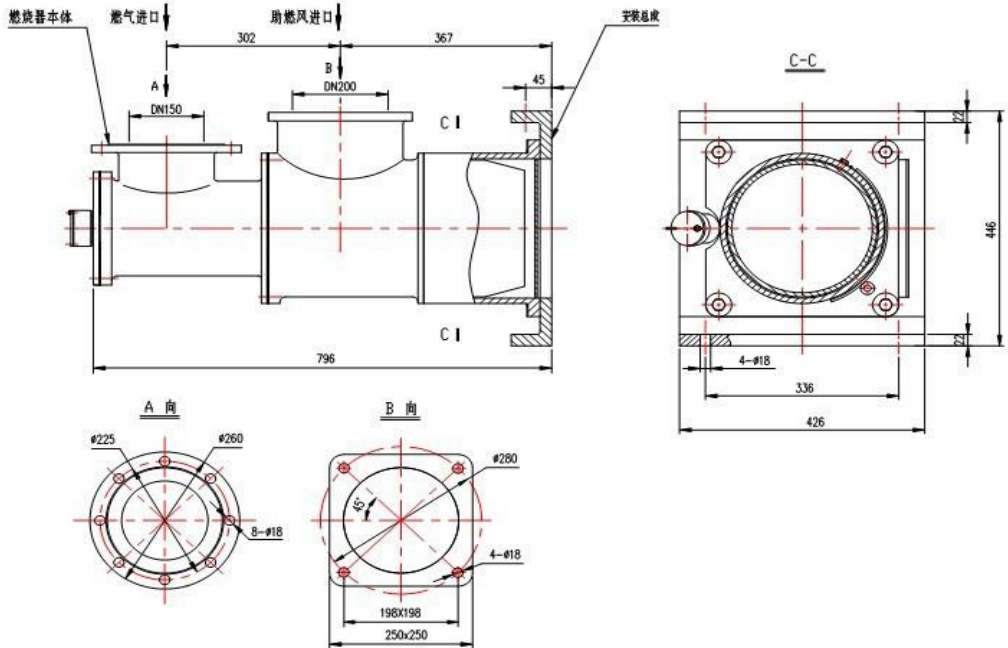

图 16、JDC-YJ200C 型燃烧器外形图及安装示意图
5... JDC-YJ200C 型技术性能参数：(外形安装图见图 16)